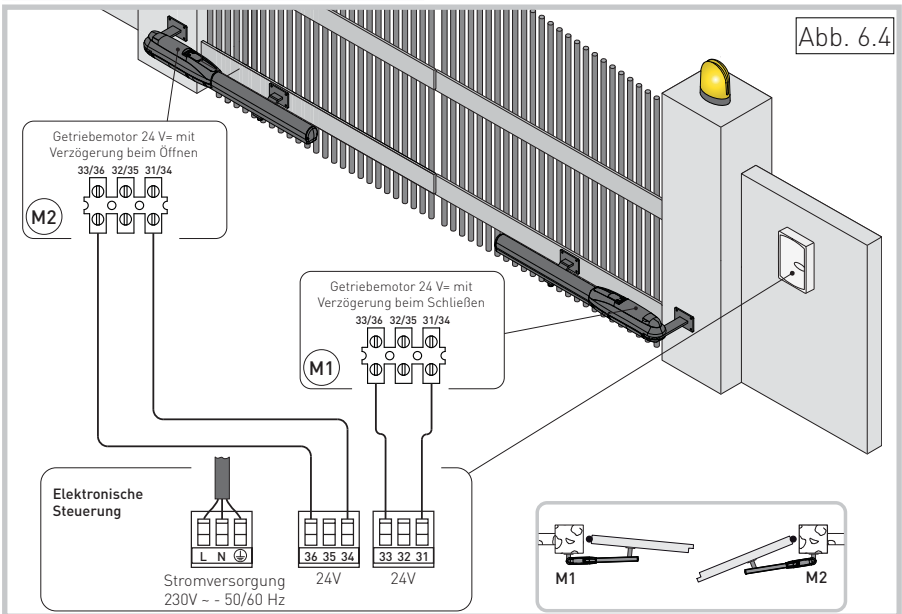

Abb. 6.4
- Schließen Sie die verschiedenen Drähte an, wie im Schaltplan der Abb. 6.4 gezeigt;